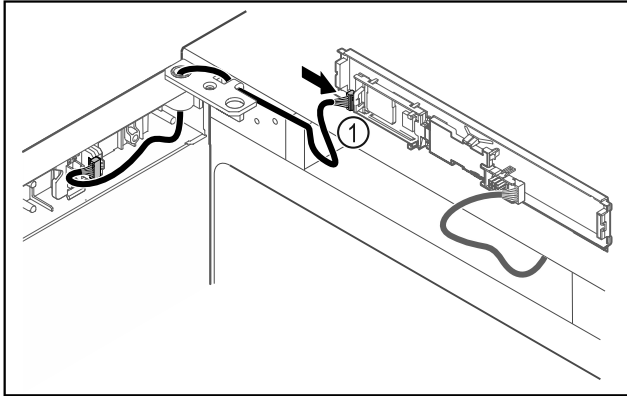

Fig. 50
- Συνδέστε το φινιρίσμα Fig. 50 (1) στην πλάκα.